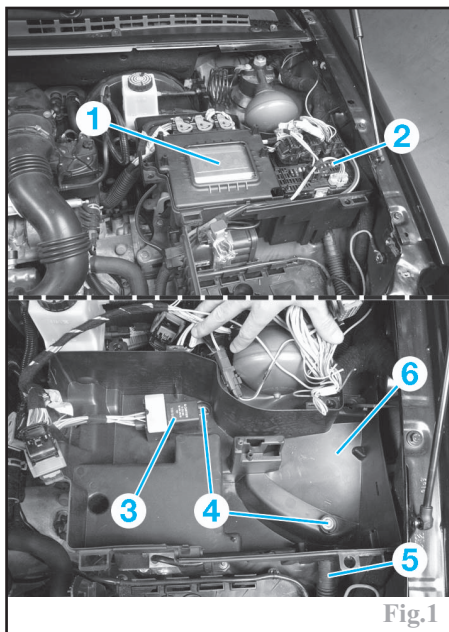

Fig.1
- le calculateur moteur (1) (Fig.1).
- le boîtier porte fusible (2).
- le boîtier de pré-postchauffage (3).
- les 2 vis de fixation (4) du bac support calculateur.
- le tuyau de refroidissement (5).
- le bac support calculateur (6).